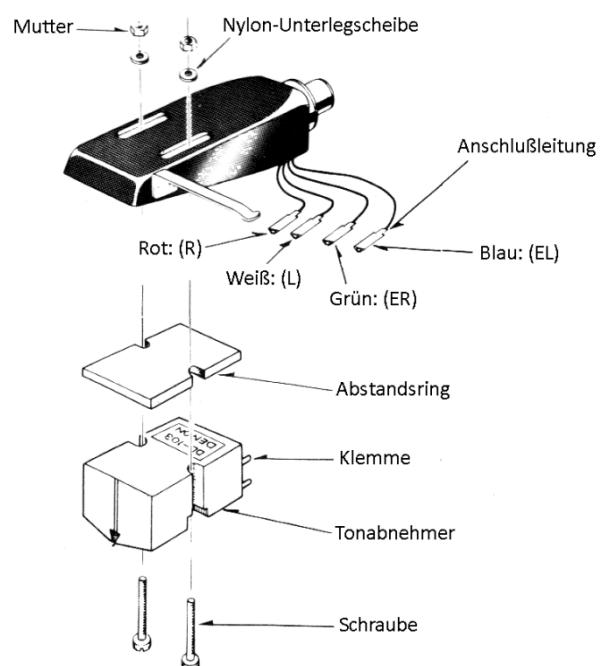

Abb. 3 Einbau des Tonabnehmer-Systems in den Tonkopf
Wenn ein Tonabnehmer auf diesem Plattenspieler verwendet werden soli, der Tonabnehmer nach der ihm beiliegenden Bedienungsanleitung sowie Abb. 3 und folgenden Anweisungen einzusetzen.
- (1) Nehmen Sie die Anschlüsse entsprechend der in Abb. 3 gezeigten Farbmarkierung vor.